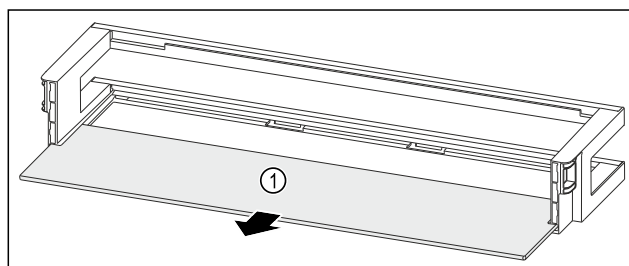

Fig. 274 Dørhylle med oppstillingsplass
- Fjern oppstillingsplassen Fig. 274 (1).